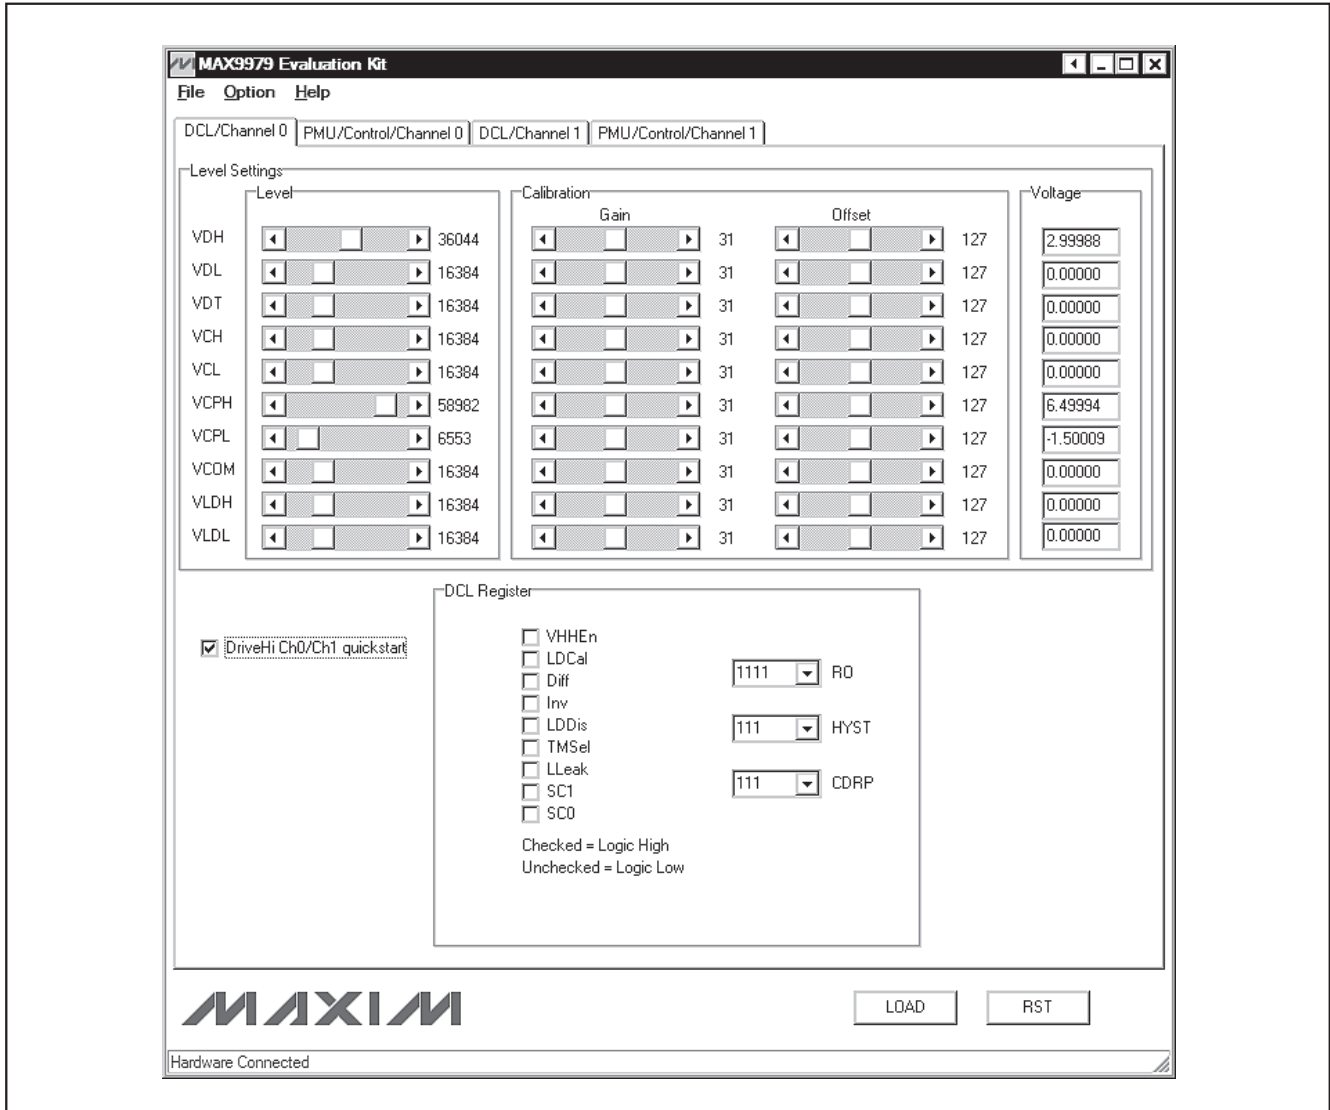

図2. クイックスタートのセットアップーチャンネル0とチャンネル1のドライブハイモード
- 17) 図2に示すとおり、GUIで**DCL/Channel 0**のタブシートの**DriveHi Ch0/Ch1 quickstart**のチェックボックスをオンにして、EVキットをドライブモードにします。これはクイックスタートのオプションで、チャンネル0とチャンネル1の両方をドライブハイモードにします。このモードでは、両方のチャンネルについてVDHは3Vに、VDLは0Vに設定されます。